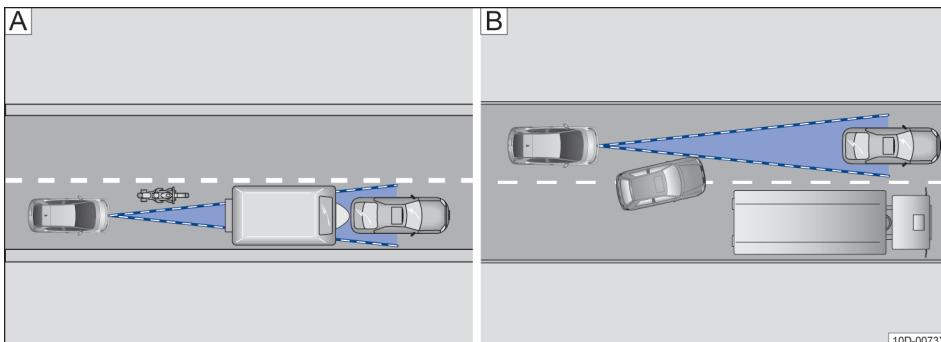

图 91 [A]. 窄弯中的车辆 [B]. 变换车道
- 不在传感器作用范围内、与本车辆相距较近行驶的机动车，如摩托车→图 91 [A]。
- 在本车前方近处切换到本车所在车道的车辆→图 91 [B]。